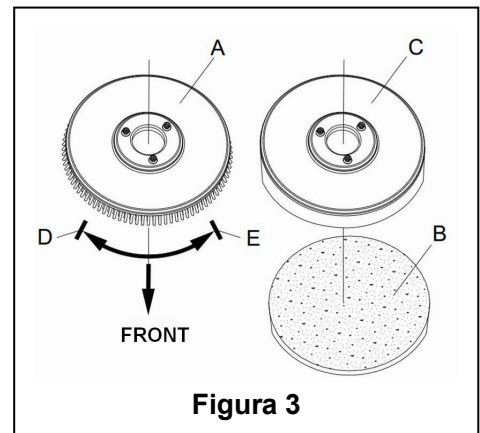

Figura 3
Conforme al tipo de suelo a limpiar, la máquina puede ser instalada con el cepillo (Figura 3, A), o el panel de la almohadilla (Figura 3, B y C).
1. (Sólo aplicable a los modelos **AS430C** y **AS510C**): asegúrese de que el cable(9) estando desconectadas la fuente de alimentación y el interruptor (38) se encuentran en posición **(O)** de desconectados.
2. Presione el manillar (2) hacia abajo para levantar el cuerpo del tanque (26).
3. Coloque el cepillo (A) o el panel de la almohadilla (B – C) debajo del estuche.
4. Use el manillar (2) para bajar el cuerpo del tanque (26) hasta que entre en contacto con el cepillo o el panel de la almohadilla.
5. Para instalar el cepillo/el panel de la almohadilla automáticamente, gire el interruptor de encendido (38) a la posición **"I"** y presione el interruptor de seguridad (1) hacia abajo. Empuje suavemente la máquina hacia delante para permitir que la rueda de correa en la parte inferior del cuerpo del tanque se alinee con el cepillo o el panel de la almohadilla que se puede instalar a continuación. Luego libere el interruptor de seguridad. Si hace falta, repita los procedimientos hasta que el cepillo/el panel de la almohadilla estén montados.
6. Si el paso 5 le resulta difícil, use el método manual siguiendo la punta de flecha (D) para instalar el cepillo/el panel de la almohadilla (como indica la **Figura 3**).
7. Para descargar el cepillo/el panel de la almohadilla automáticamente, gire el interruptor de encendido (38) a la posición **"O"**. Sujete el manillar con la mano y presione la máquina hacia abajo hasta que la rueda de guía toque el suelo y el cepillo/el panel de la almohadilla quede colgando en el aire. Gire el interruptor de encendido (38) a la posición **"I"** y presione el interruptor de seguridad para que el cepillo/el panel de la almohadilla caigan al suelo.
8. Si el paso 5 le resulta difícil, use el método manual que consiste en girar el cepillo/el panel de la almohadilla en la dirección opuesta a la normal y éste quedará desmontado. (como indica la **Figura 3**).